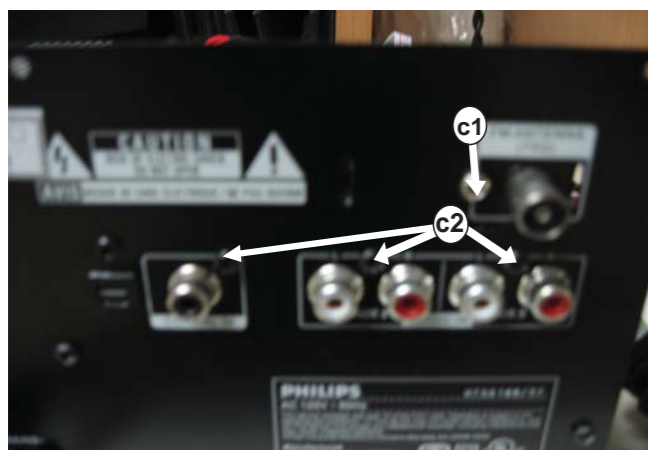

Figura 18
- 2) Solte o parafuso "c1" (H5) para liberar o painel Tuner como mostra a figura 18 .